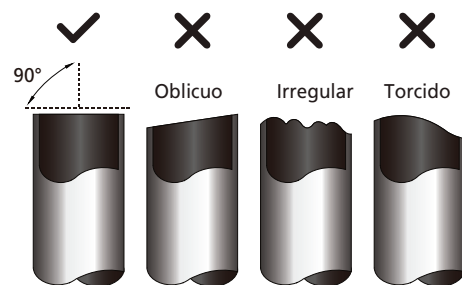

Fig. 5.1
3. Asegúrese que esté cortado a un ángulo perfecto de 90°. Ver ejemplos de malos cortes en la **Fig. 5.1**.